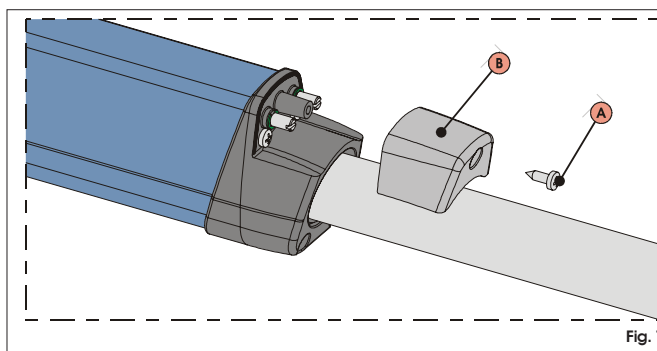

Fig. 19
- 1) Svitare la vite di fissaggio superiore, Fig.19 rif.A, e sfilare il coperchietto, Fig.19 rif.B.
- 5) Riposizionare coperchietto, Fig.19 rif.B, e serrare nuovamente la vite di fissaggio, Fig.19 rif.A.